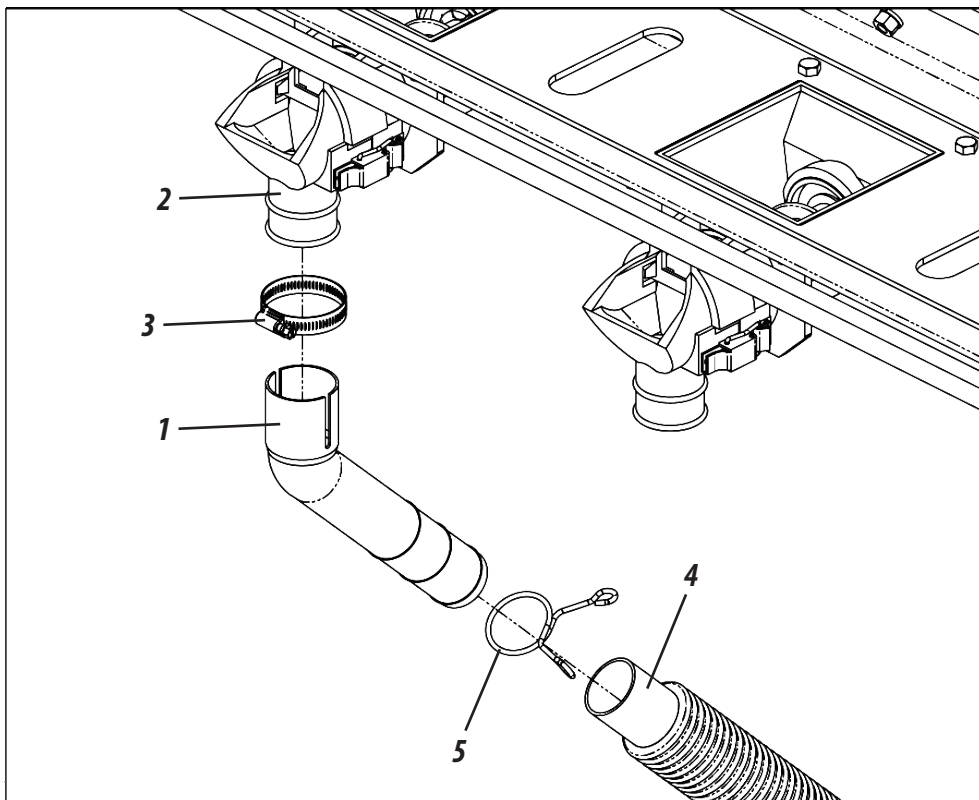

Figura 33
Para conduzir o fertilizante do distribuidor até o solo, encaixe as bicas em grau (1) nas saídas do condutor fertisystem (2) através das presilhas (3). Em seguida, coloque os mangotes (4) nas bicas em grau (1) através das presilhas (5), conforme mostra a figura 33.